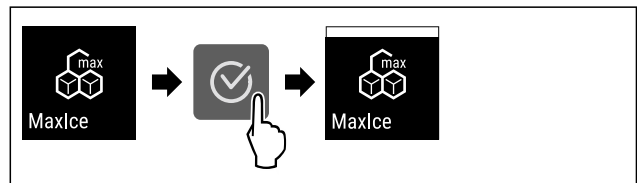

Fig. 22
- ▶ Провести етапи операцій (див. Fig. 22) .